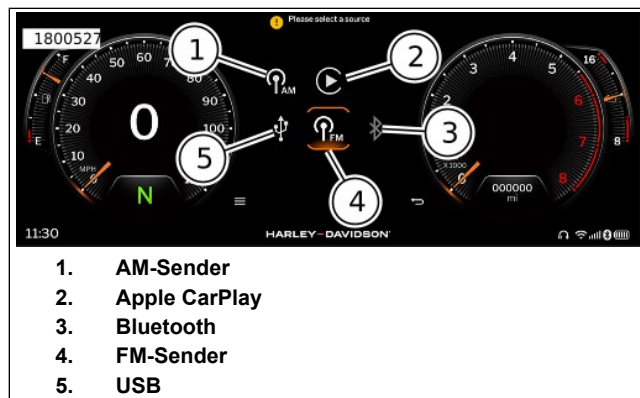

Abbildung 79. Quelle auswählen
Siehe Abbildung 79. Die gewünschte Medienquelle durch Drücken der OK/Eingabe-Taste (5) am LHCM oder Antippen des Symbols auf dem Bildschirm auswählen.